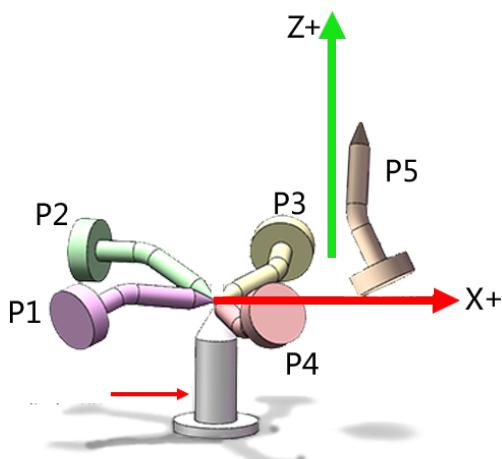
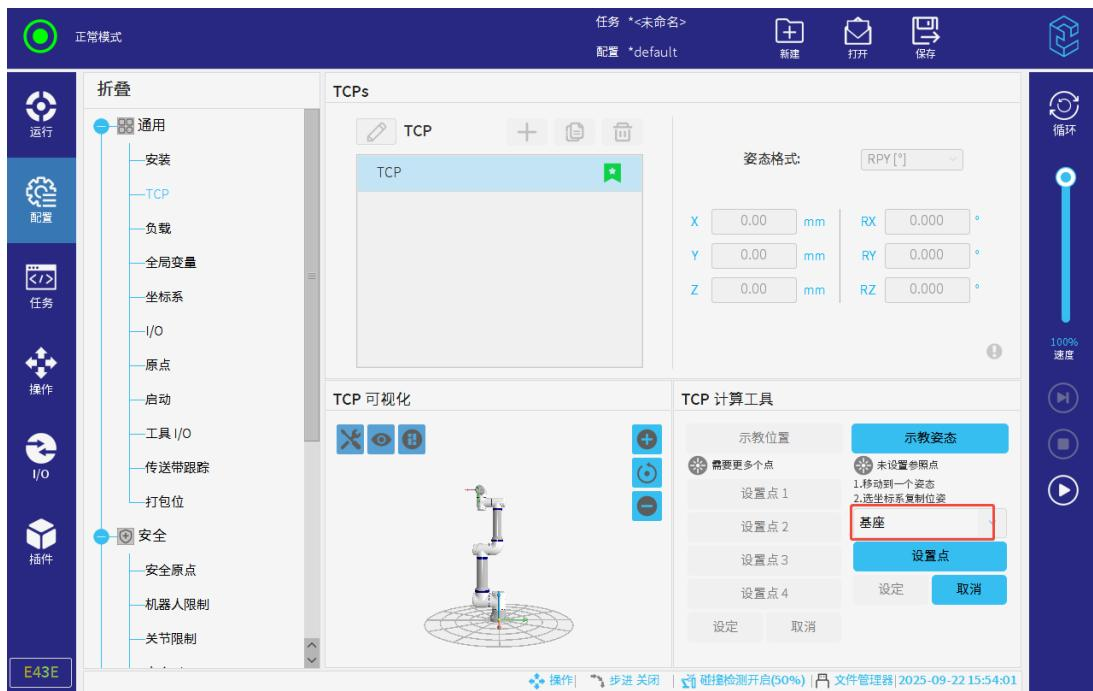

图 3-40：工具坐标设定
图 3-41: 选择基座
2. 可选择默认的基座作为坐标系，随后调整工具姿态到一个点位 P5，使工具末端与坐标系朝向保持一致，工具 X 方向与 Y 方向符合设定需求，如图 3-40 所示，点击“设置点 > 设定”，系统即可根据坐标系计算出所需姿态的数据，将数据应用于该 TCP，如图 3-41 所示；